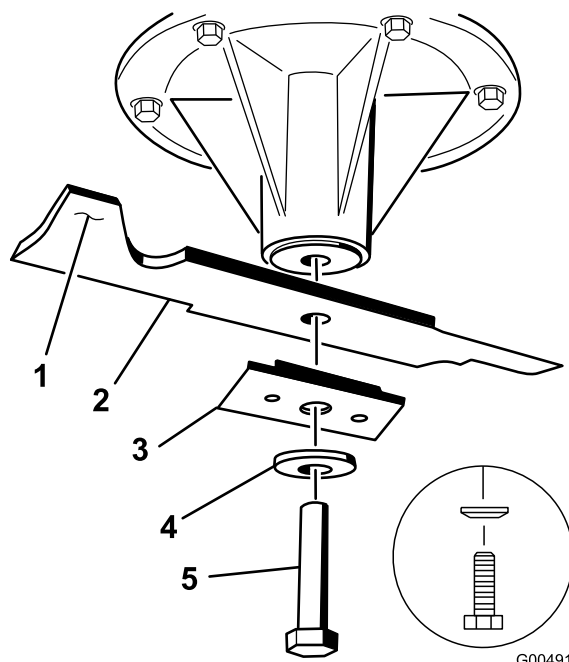

Figure 58
3. Pour les tabliers de coupe de 36 pouces, enlevez le boulon de lame, la rondelle bombée, le renfort de lame et la lame de l'axe de pivot (Figure 58).
3. Sur les tabliers de coupe de 36 pouces, montez la lame, le renfort, la rondelle bombée et le boulon de lame (Figure 58).